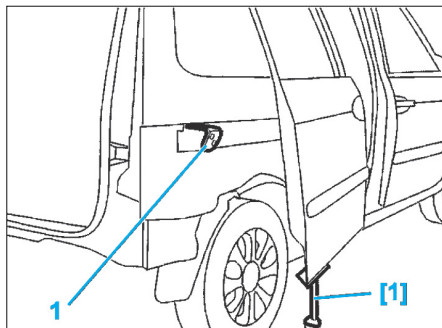

Fig. 44
- Déposer les fixations du guide arrière (1) et maintenir la porte à l'aide de l'outil [1] (Fig.44).